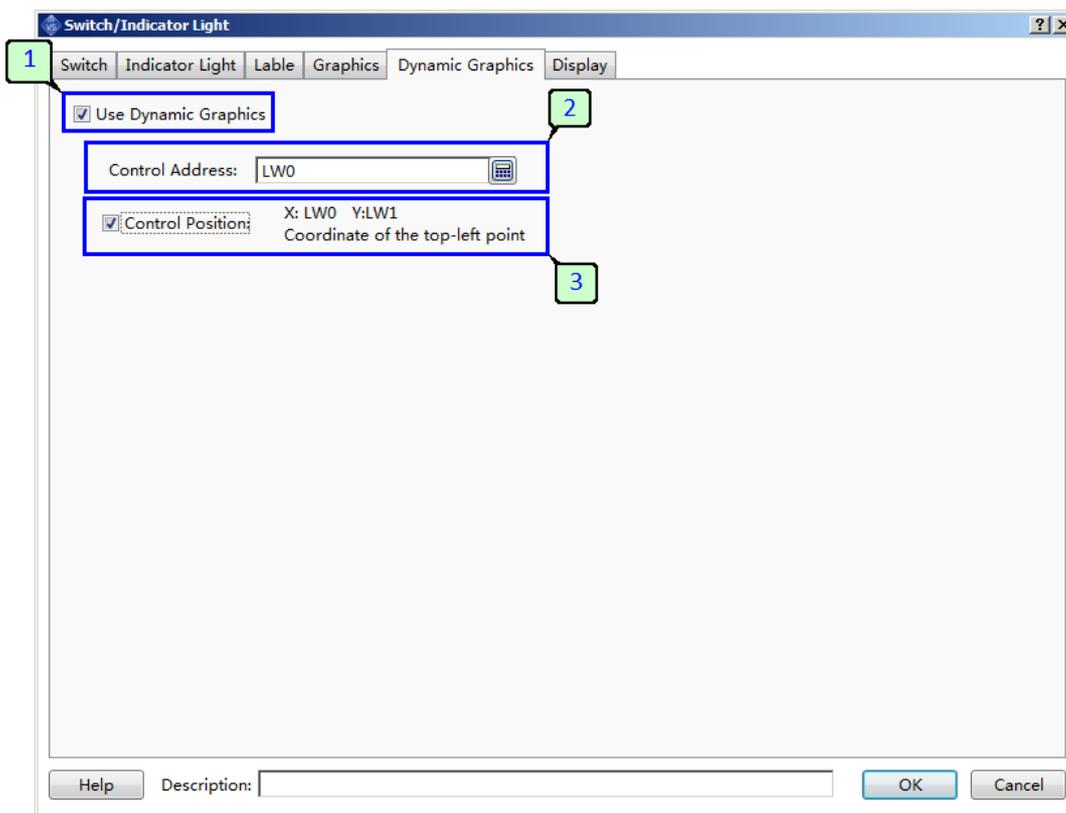

Рисунок 201 - Вкладка "Анимация"
1. Для использования данной возможности активируйте опцию "Использовать анимацию" на вкладке "Анимация" в окне настроек элемента (рисунок 201).